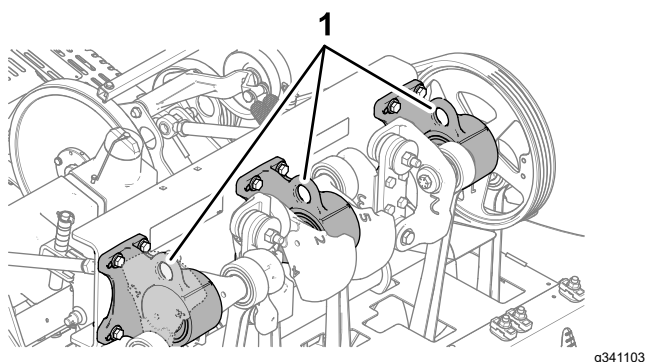

Figura 3
**Nota:** Si se encuentra disponible, utilice un polipasto para elevar parte trasera de la máquina. Utilice los ojales en las carcasas del cojinete del cabezal de perforación como puntos de acoplamiento del polipasto (Figura 3).